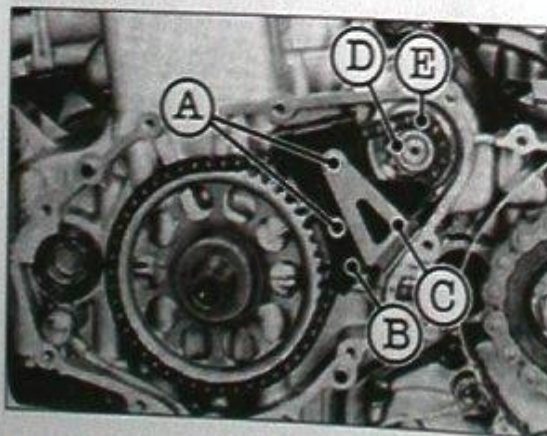

Bild 106
-  Falls Starter ausgebaut werden soll: Zwei Befestigungsschrauben «A» Bild 106 ausdrehen, Kettenführung «B» samt Strebe «C» abnehmen. Ritzel «D» samt Kette «E» vom Starter abziehen.